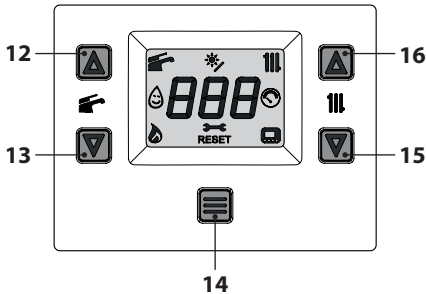
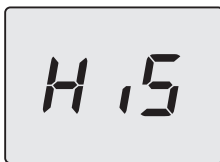
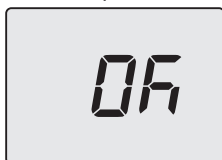

Figura 5.25
Figura 5.26
Figura 5.31
- Entrare in "modalità programmazione" premendo contemporaneamente per 5 secondi i tasti 13 e 15 (Figura 5.25) fino a far apparire sul display LCD le lettere **HIS** che indicano il menu "Storico delle caldaia" (Figura 5.26).
- Premere per 1 sec. il tasto 14 (Figura 5.25) per entrare nel parametro selezionato. Il display visualizzerà quanto segue (Figura 5.29).
- Premendo il tasto 14 (Figura 5.25) si ottiene la conferma del valore inserito. Il display visualizzerà per 5 sec. quanto segue (Figura 5.31) poi, si porterà al livello superiore.
- Premendo contemporaneamente i tasti 13 e 15 (Figura 5.25) si esce senza modificare il valore (ritorno al livello precedente).
- tenere premuti contemporaneamente i tasti 13 e 15 per 5 sec. (Figura 5.25) (ritorno al livello precedente).